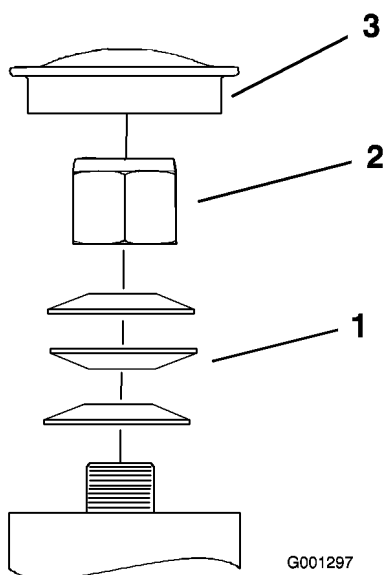

Figure 45
3. Retirez le capuchon anti-poussière de la roue pivotante et serrez le contre-écrou (Figure 45).
4. Continuez de le serrer jusqu'à ce que les rondelles élastiques soient aplaties, puis desserrez-le de 1/4 de tour pour obtenir la précharge correcte des roulements (Figure 45).
Important: Veillez à placer les rondelles comme illustré (Figure 45).
5. Remettez le capuchon anti-poussière en place (Figure 45).